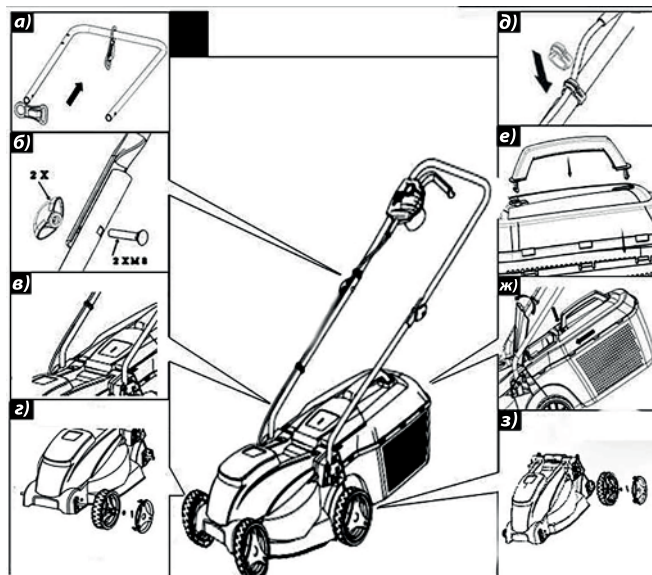

Рис. 2
Сборка электрической газонокосилки (Рис. 2)
1. Повесьте крючок для кабеля на верхнюю часть ручки (Рис. 2а).
2. Соедините верхнюю и нижнюю часть ручки болтами и пластиковыми гайками-барашками из комплекта поставки (Рис. 2б).
3. Вставьте концы ручки в корпус газонокосилки (Рис. 2в).
4. Установите каждое колесо на ось и закрепите их с помощью шплинтов из комплекта крепежа (Рис. 2г).
5. Закрепите силовой кабель на ручке с помощью пластиковых фиксаторов (Рис. 2д).
6. Соберите травосборник из 2-х половинок, вставив фиксаторы половинок до щелчка. Закрепите ручку травосборника сверху. (Рис. 2е).
7. Вставьте травосборник в корпус газонокосилки, закрепив на выступе в задней части корпуса (Рис. 2ж).
8. Закрепите защитные колпаки, вставив их в колеса (Рис. 2з).